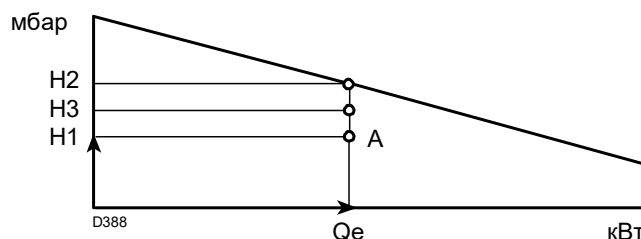

Рис. 3
- 4 Проведите вертикаль из точки A(Рис. 3) и найдите максимальное давление H2 рабочего диапазона.
Если H3 больше H1(Рис. 3), то горелка может обеспечить требуемую мощность.